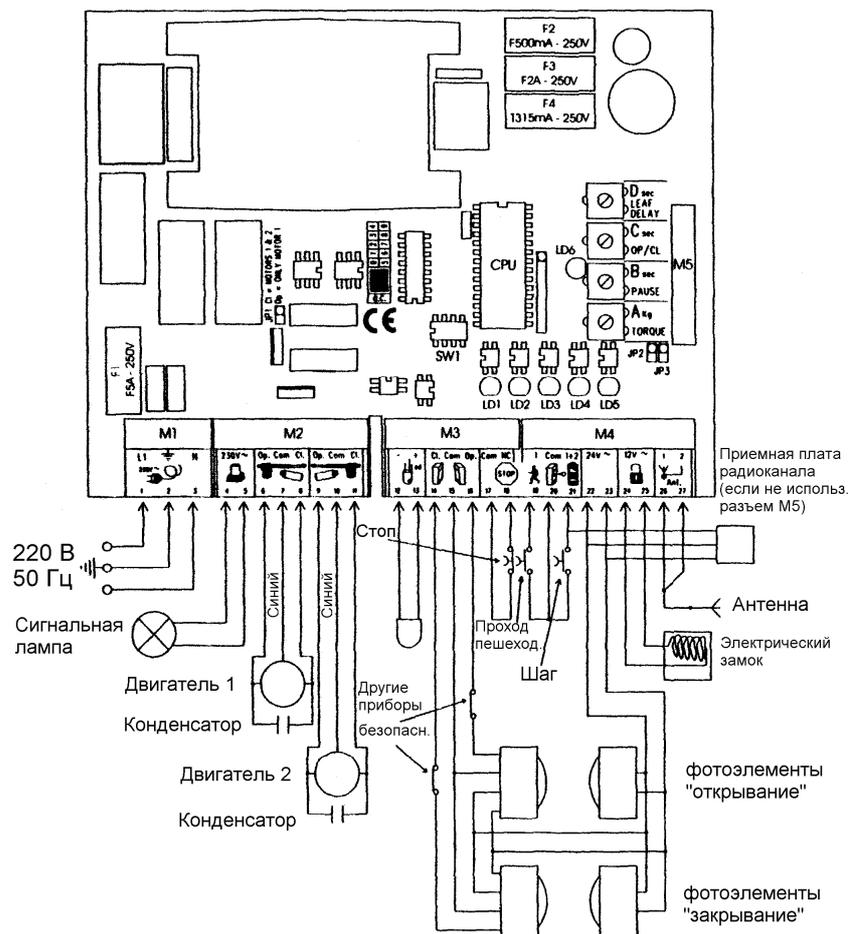

Рис. 1 Назначение контактов разъемов и органов управления блока А274.
- Выполните все электрические соединения в соответствии с рис. 1. Отключите фотоэлементы (при их наличии), установив вместо них перемычки.